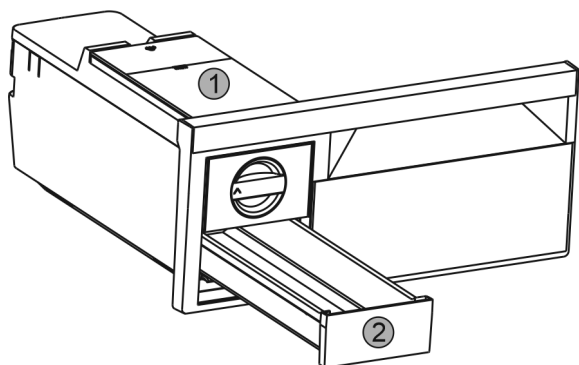

Fig. 37
- ▶ Rimuovere il serbatoio dell'acqua Fig. 37 (1) e il cassetto dei cubetti di ghiaccio Fig. 37 (2).